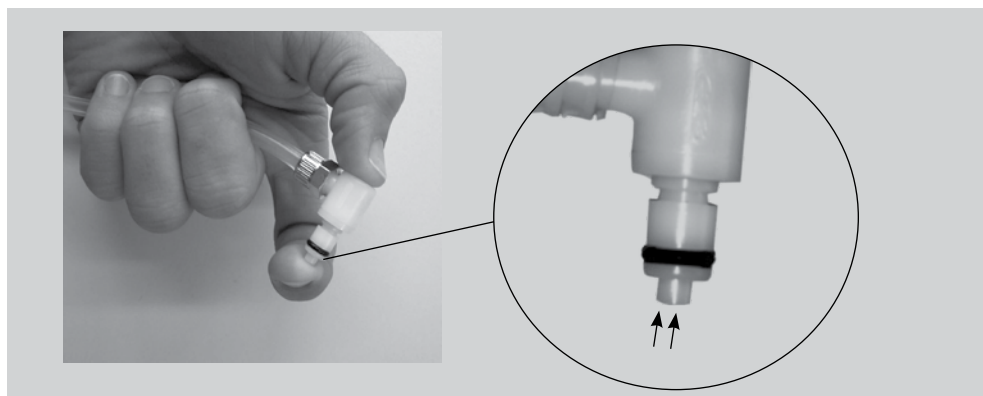

Рис. 6-4 Продувка соединительной трубки
- После заполнения мешка для воды в соединительной трубке должно быть минимально возможное количество воздушных пузырьков. Вдавите стопорный клапан на конце трубки (Рис. 6-4) и выпустите воздух, чтобы трубка полностью заполнилась водой.